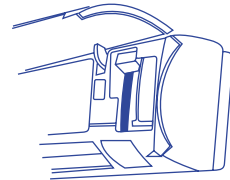

Рис. 18
- Подсоедините проводники кабеля к соответствующим клеммам (рис. 18).